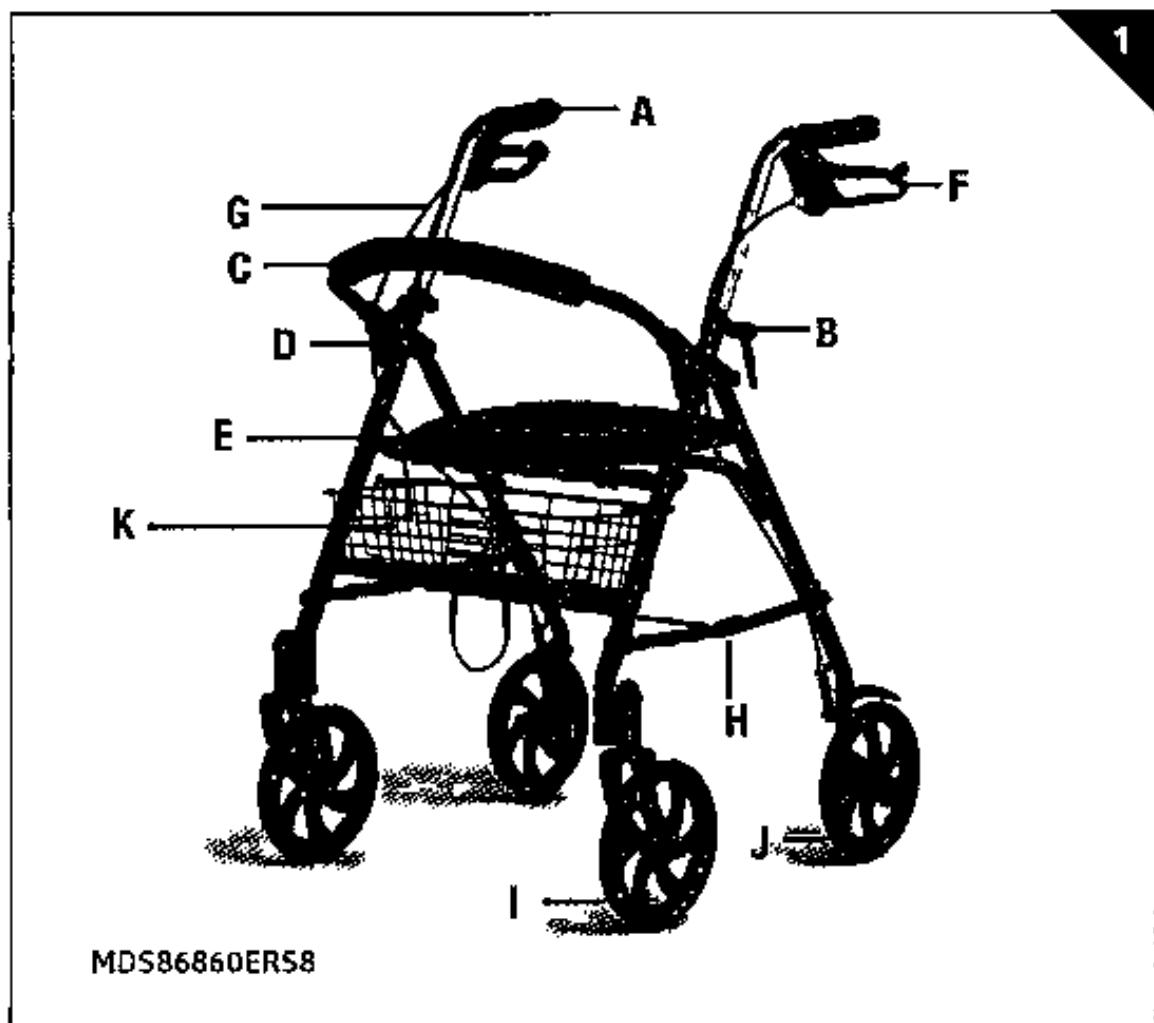

Figura 1: Andador montado
1. Retire con cuidado los componentes del andador de la caja de envío. Consulte el diagrama (Figura 1) según sea necesario.
4. Despliegue el andador empujando hacia abajo el soporte plegable (H) hasta que el armazón esté extendido por completo.
5. Inserte el respaldo (C) en las piezas de sujeción de modo que la parte curva mire hacia el frente de la unidad. El respaldo se desliza fácilmente dentro de la pieza de sujeción de plástico.
6. Inserte los manillares de modo que las empuñaduras (A) queden alineadas con las ruedas traseras. Los cables de freno deben estar en el exterior de los manillares y del armazón. Cerciórese de que el exceso del cable de freno se curve hacia el frente del andador.
7. Fije los manillares introduciendo el tornillo desde el interior del armazón a través de los orificios. Alinee la cabeza del perno para que encaje a ras con el armazón. Presione el perno y añada la arandela en el lado opuesto del perno. Luego coloque la palanca de ajuste de la altura (B) y apriete levemente. Ajuste la altura de las empuñaduras (A) según sea apropiado.